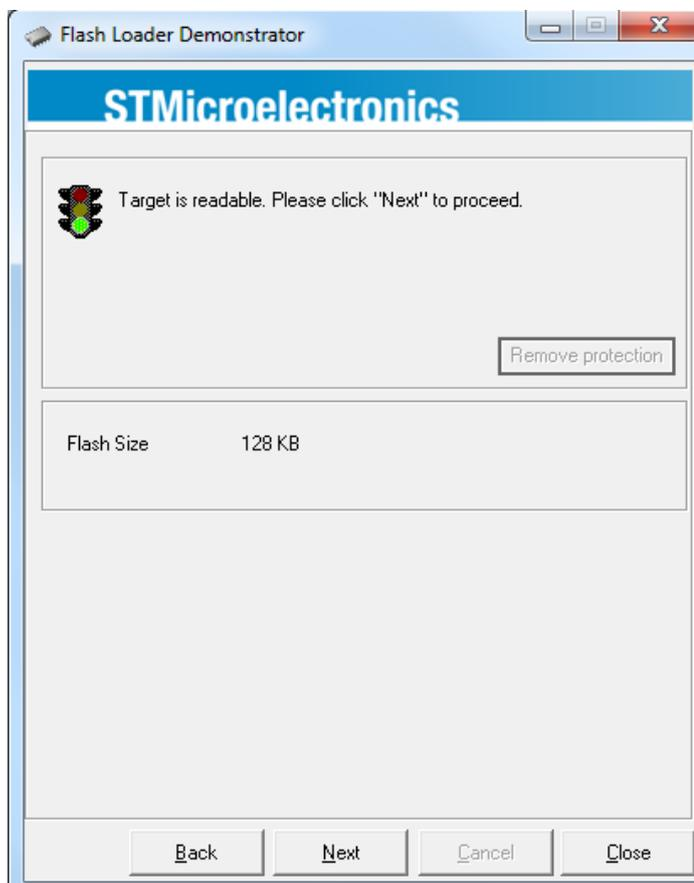

Рис.6 Программа Flash Loader Demonstrator соединилась с STM32F103
7. Программа «Flash Loader Demonstrator» попытается соединиться с бутлоадером STM32F103 и в случае успешного соединения отобразит окно с изображением светофора и размером Flash памяти контроллера (Рис.6).